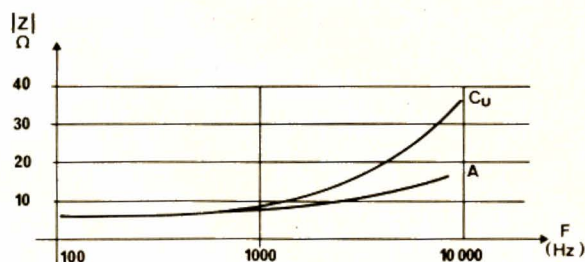

Fig. 19. — Variation d'impédance d'une bobine d'aluminium et d'une bobine de cuivre pour un haut-parleur de 21 cm ( $Z_{nom} = 8 \Omega$ )
- le choix du matériau constituant l'enroulement. L'adoption de l'aluminium au lieu du cuivre a l'effet indiqué par la figure 19, mais rend plus délicate l'opération de soudage des connexions externes. La section utile est augmentée en remplaçant l'émail classique par des vernis minces (moins de 30 microns d'épaisseur) autorisés par les faibles tensions appliquées,